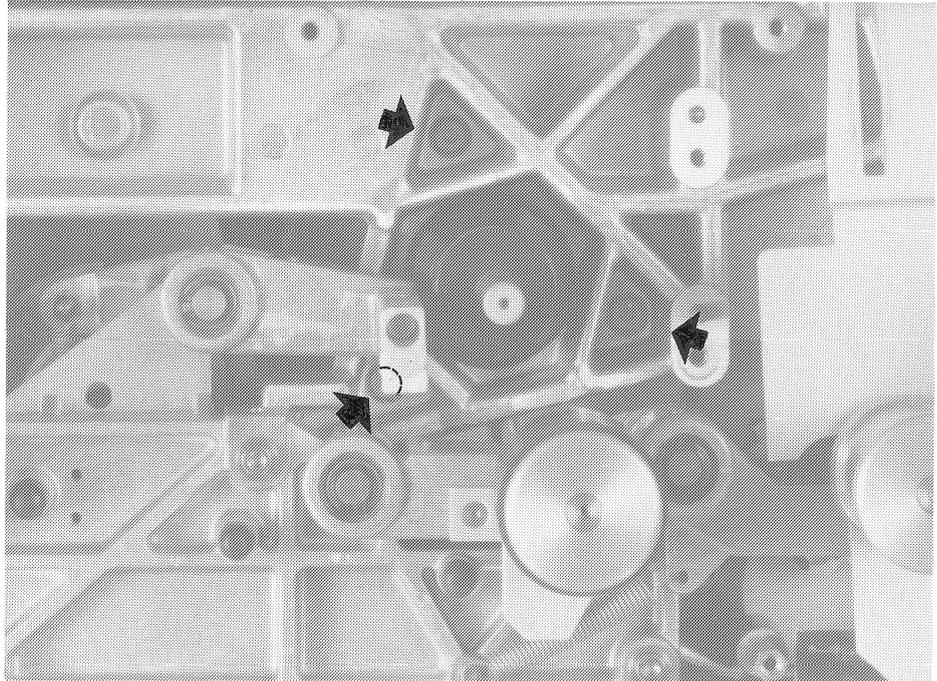

Fig. 56 Capstan Motor ausbauen
- Drei Spezial-Innensechskantschrauben 3 mm lösen. Motor dabei von unten abstützen, siehe Fig. 56.